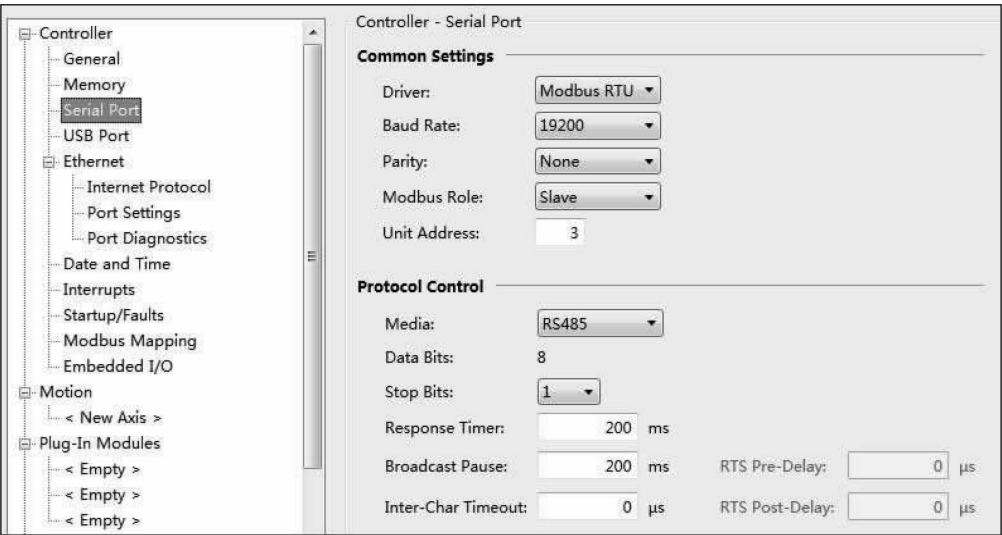

图 10-26 串口参数
④保存、编译、下载，即可完成触摸屏的参数设置。
①进入 Micro850 的“控制器属性”界面，在“Serial Port”中设置合适的串口参数，如图 10-26 所示。